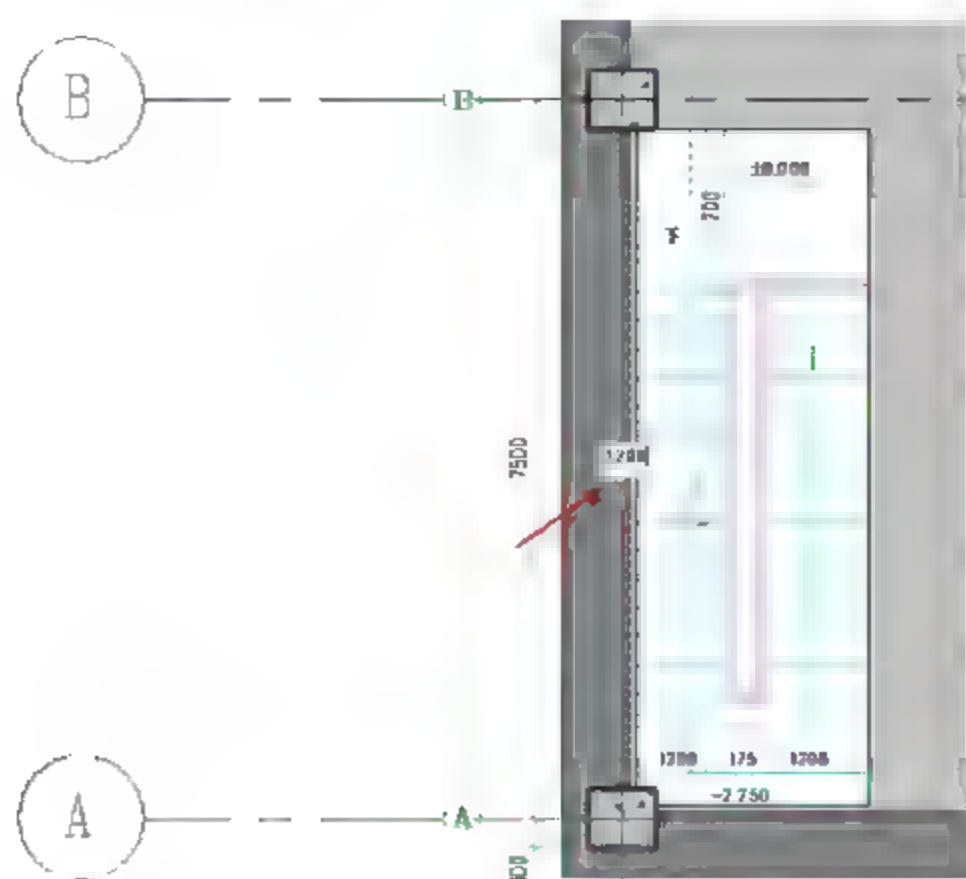
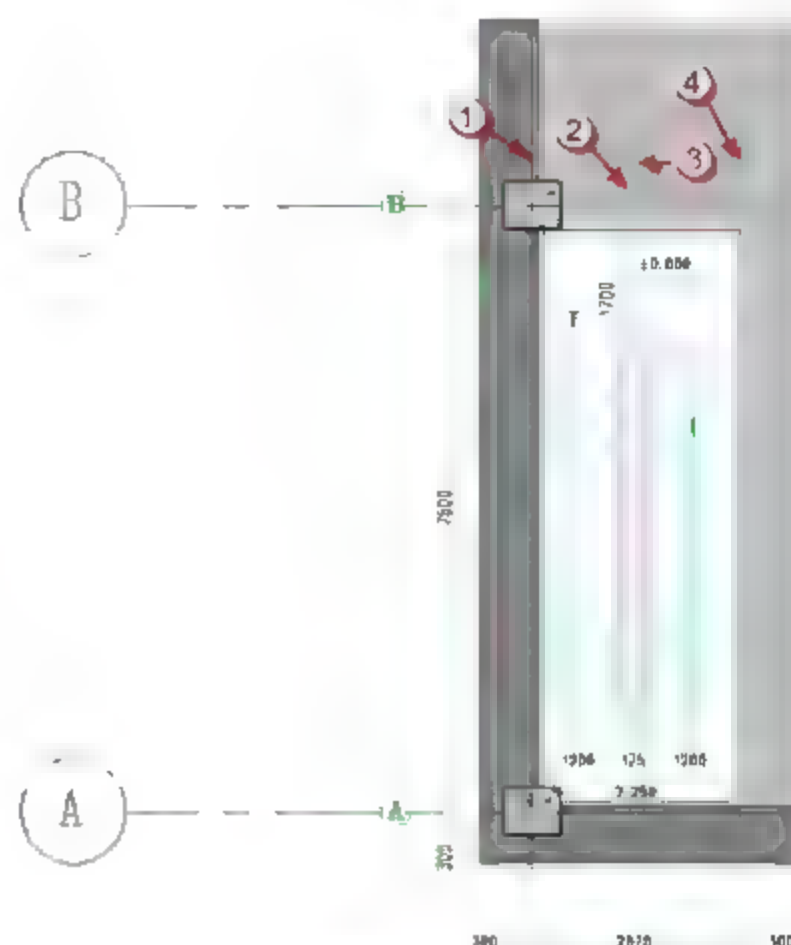

图 11.2.10 复制竖直参照线
图 11.2.11 完成竖直参照线绘制
(7) 复制竖直参照平面。选择参照平面线，按快捷键 **C+O**，向左复制，输入距离“1200”个单位，按 **Enter** 键，如图 11.2.10 所示。同理，按尺寸依次向左再复制两根参照线，复制成功后，效果如图 11.2.11 所示。